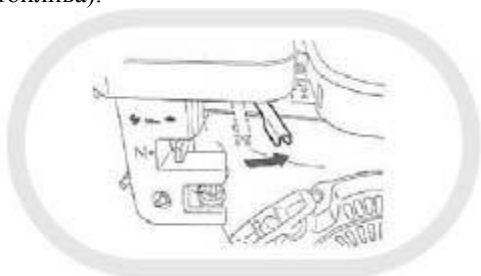

Рис.1
- Установите регулятор оборотов в положение «L» - минимальные обороты (Рис. 1)